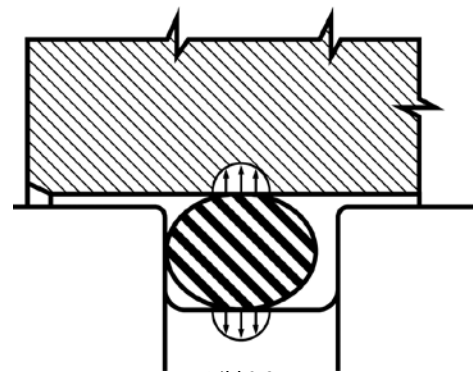

Bild 9.3
- Nach der Montage in die Bohrung wird der O-Ring durch Einspannung in die Bohrung einer Pressung ausgesetzt (Bild 9.3).
Angesichts des Funktionsprinzips kommt der Vorspannung (Bild 9.3) des O-Rings eine wesentliche Bedeutung zu. Je nach Anwendung und Werkstoff weist diese Pressung des Elastomers folgende Unterschiede auf: